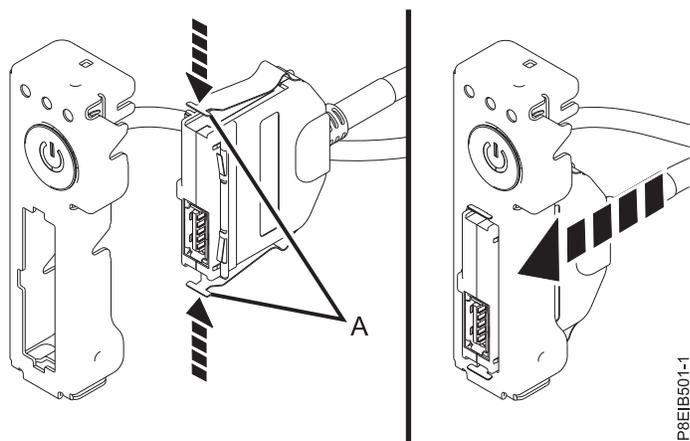

図 24. 電源スイッチへの前面 USB ケーブルとコネクタの接続
3. ラッチ (A) を押しながら、前面 USB ケーブルとコネクタを電源スイッチに接続します。図 24を参照してください。